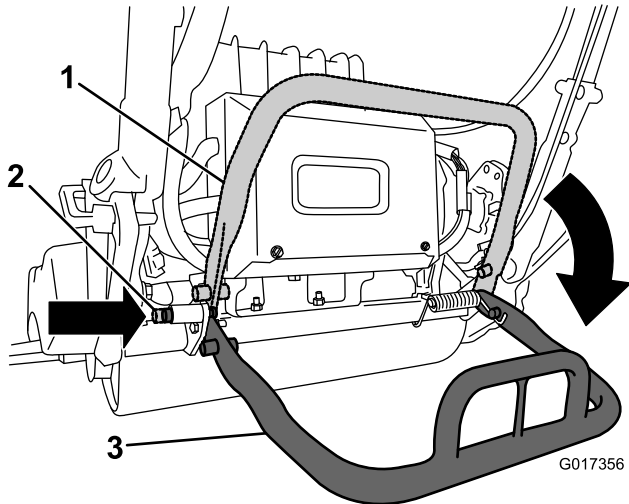

图6
2. 放下支撑架并推入锁定销，将支撑架锁定在维修位置 (图6)。